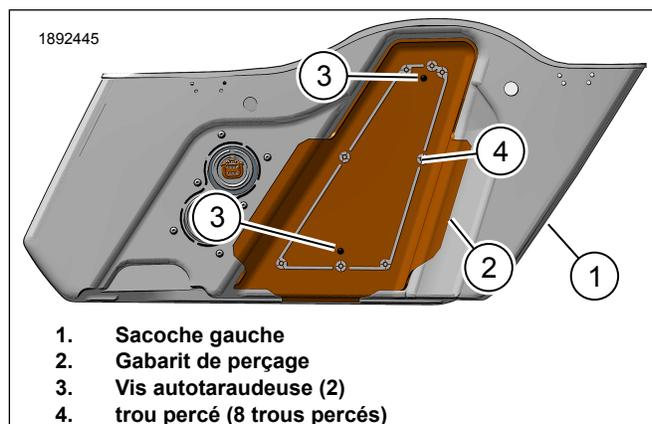

Figure 2. Gabarit de perçage de sacoche gauche
1. Voir la figure 2. Positionner le gabarit de perçage sur la sacoche gauche.
- a. Masquer toute la zone du gabarit de perçage (2) sur la sacoche droite (1) avec du ruban de masquage.
- b. Installer le gabarit de perçage (2).
- c. Sécuriser tout le périmètre du gabarit de perçage (2) avec du ruban adhésif.
- d. Installer des vis autotaraudeuses (3) pour maintenir le gabarit de perçage (2).